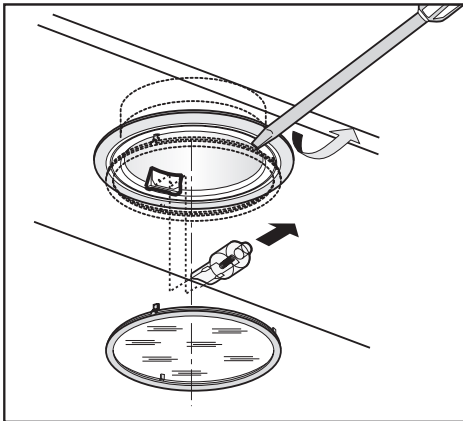

Fig.10
• **Sostituzione delle lampade alogene (Fig.10).**